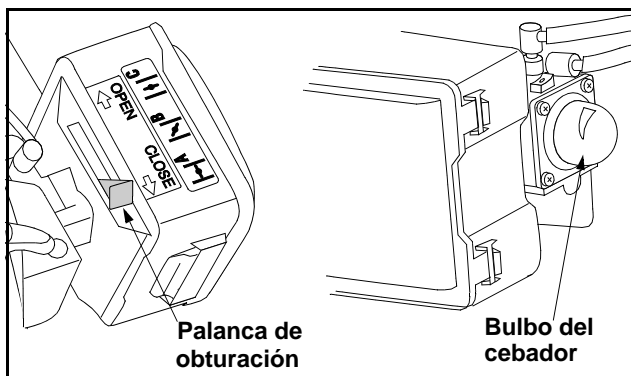

Figura 5
- Presione el interruptor Encendido/ Apagado en la manija superior y muévelo a Encendido (I).
- Ubique la palanca de obturación en posición Cerrado (A). Vea Figura 5.
- Presione a fondo y luego suelte la bombilla del cebador lentamente 5 a 7 veces. Debe poder ver y sentir la gasolina en la bombilla. Presione el cebador algunas veces más, si no se nota la gasolina. Vea Figura 5.
- Presione el interruptor de Encendido / apagado en la manija superior en Encendido (I).
- Mueva el obturador a la posición Parcial (B).
- Mueva la palanca de obturación a posición Abierto (C).